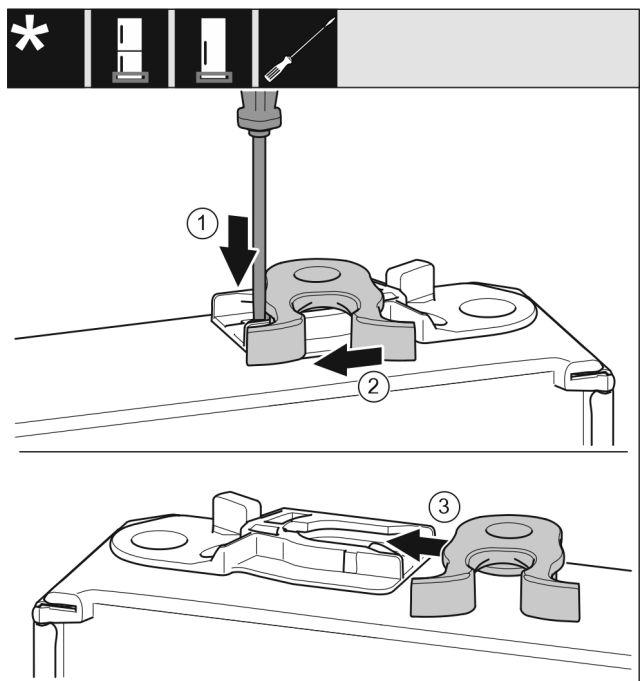

Fig. 17
- ▶ Nyomja le a fedőlemezt csavarhúzóval. Fig. 17 (1)
- ▶ Húzza ki a záróhorgot a vezetősínből. Fig. 17 (2)
- ▶ Tolja be a záróhorgot a vezetősínbe a másik oldalra. Fig. 17 (3)